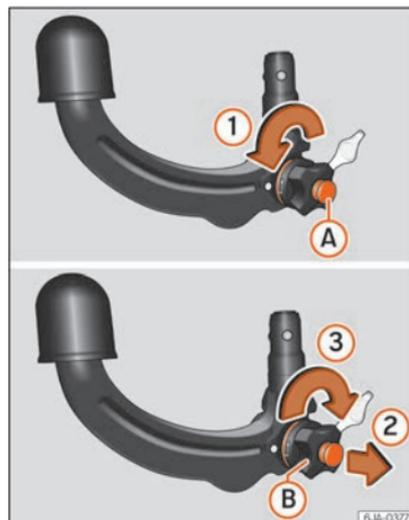

Fig. 234 Colocación en posición de servicio. »»
- Gire la llave (A) en el sentido de la flecha (1) hasta el tope » fig. 234.
- Extraiga con la mano derecha la ruedecilla manual (B) hacia fuera en el sentido de la